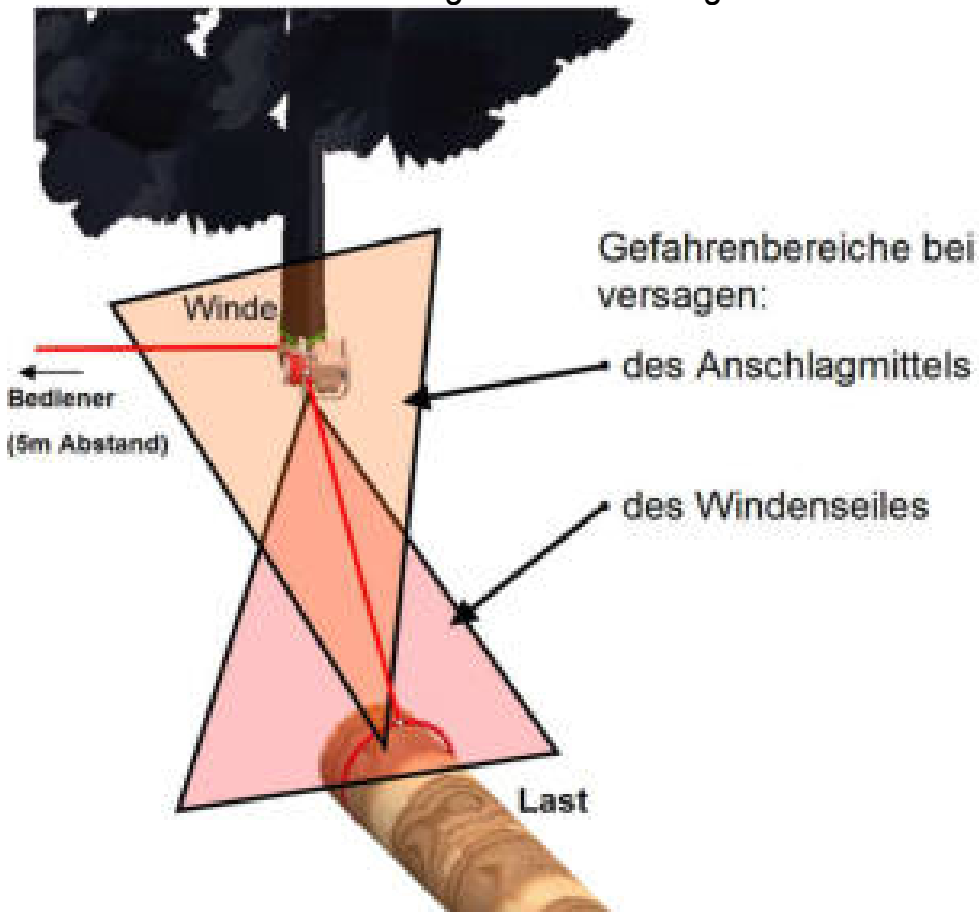
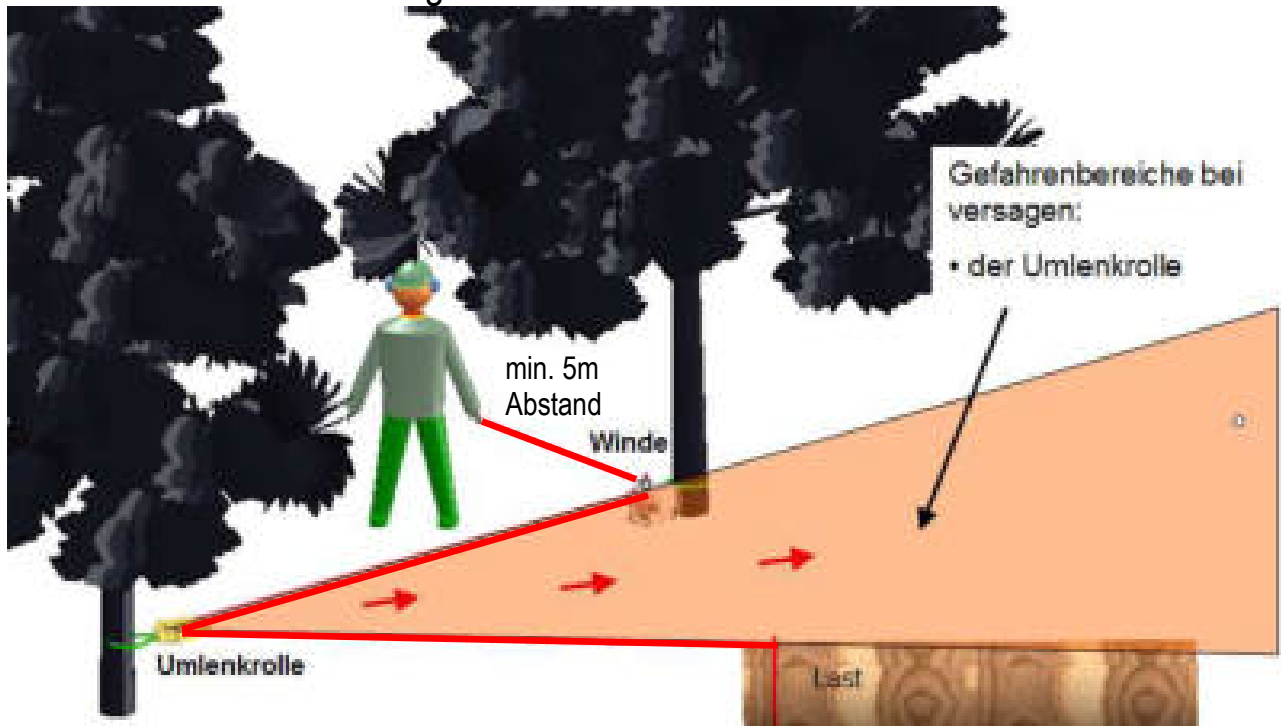

Abb. 4.1-1
Abb. 4.1-2
- Der Aufenthalt unter schwebenden oder abschüssigen Lasten sowie innerhalb des Seilwinkels (Abb. 4.1-1 u. Abb. 4.1-2) ist verboten.
Die in Abb. 4.1-1 und Abb. 4.1-2 gezeigten Gefahrenbereiche sind vor der Inbetriebnahme der Winde ausreichend zu sichern. Halten Sie beim Bedienen der Winde mindestens 5m Abstand zur Winde